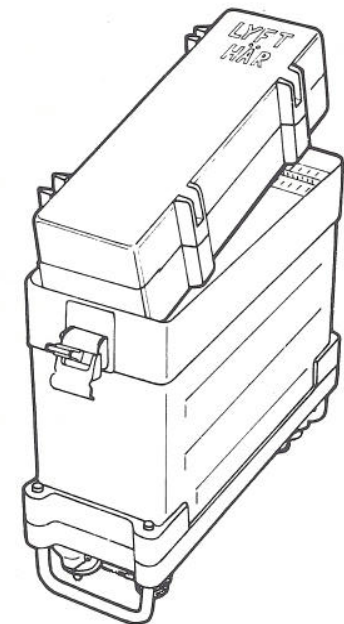

Bild 43. Byte av batterilåda 303
2. Ställ sändtagaren på bärhandtagen (bild 43).